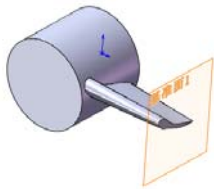

图 6-51 生成放样特征
⑤ 创建放样特征。
4) 单击按钮, 从而生成引导线放样特征, 如图 6-51 所示。